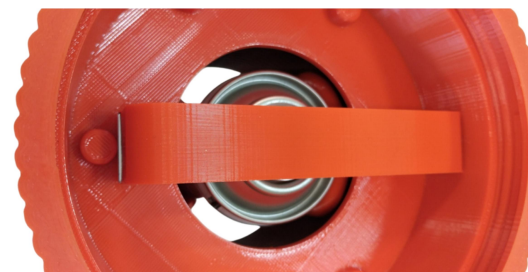

Рис.3
5.2. Вкрутите резьбовой стакан в корпус тестера до контакта головки распылителя баллона с планкой распылителя тестера. Рис.3.